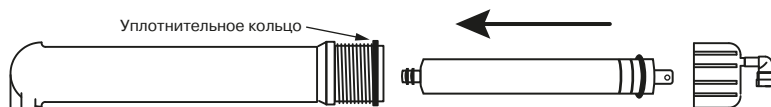

Рис. 13
3. Достаньте мембрану из пластикового пакета и установите ее в колбу (направление установки: двумя резиновыми кольцами — внутрь колбы, см. **рис. 13**), предварительно смазав резиновые уплотнения мембраны тонким слоем силиконовой смазки.